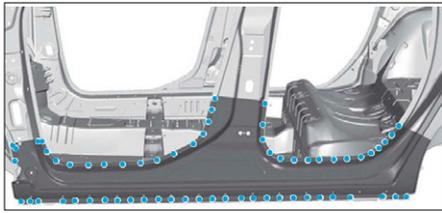

FIG. 102
- par points électriques (Fig.102).